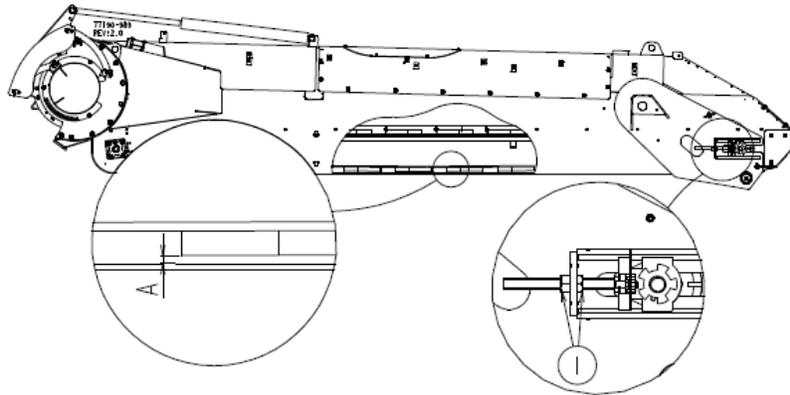

Figure 73 — Ajustement de la tension du tapis
- a. Vérifiez d'abord si le tapis est centré. Pour le recentrer, détendez le côté opposé à l'endroit où il frotte en ajustant la tension avec les écrous 1 (Figure 73) pour le recentrer.
- b. Pour retendre le tapis, serrez progressivement les écrous des tendeurs jusqu'à obtenir le jeu A (Figure 73) entre le tapis et la tôle inférieure du bras de chargement soit 2 à 3 mm.